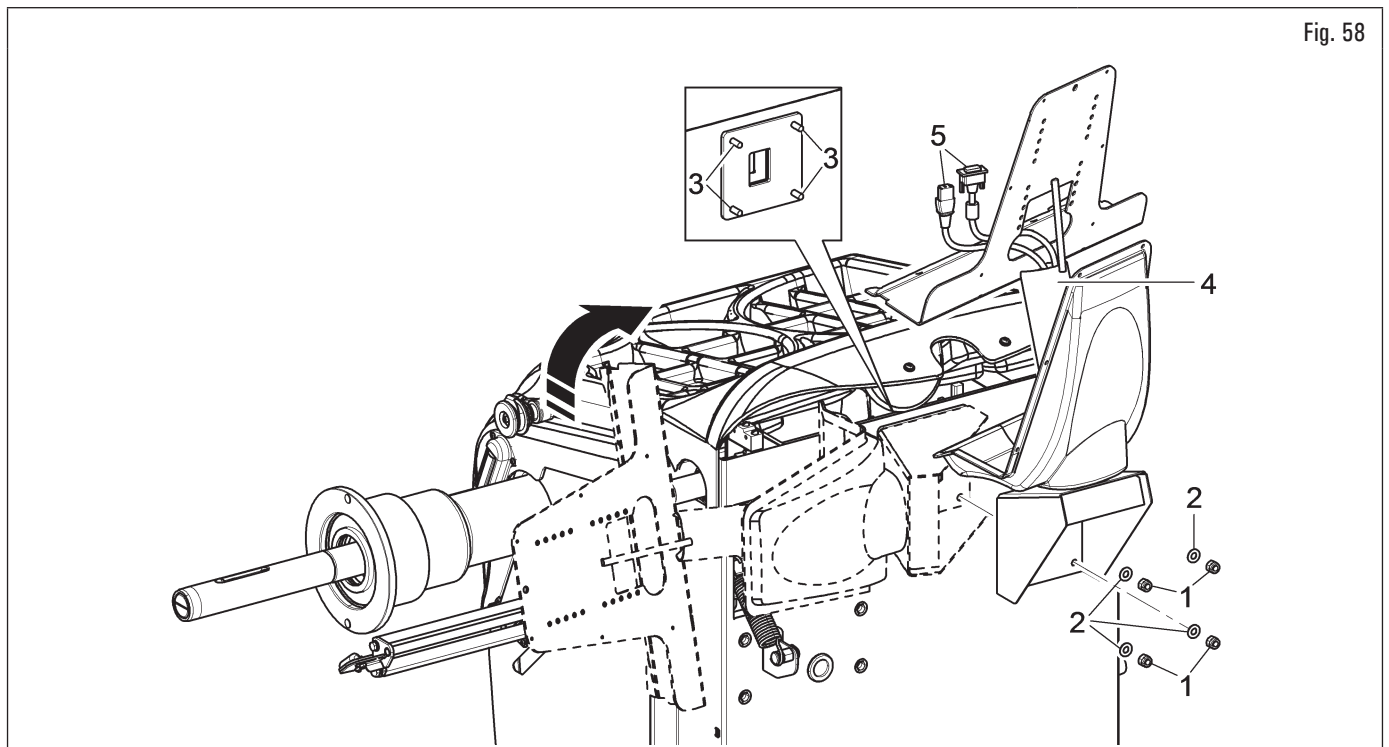

Fig. 58
1. Svitare i dadi (Fig. 58 rif. 1) e le rondelle (Fig. 58 rif. 2) dalle viti (Fig. 58 rif. 3). Montare il supporto (Fig. 58 rif. 4) ruotato di 90°. Quindi riavvitare i dadi e le rondelle svitati in precedenza;
Durante questa operazione prestare particolare attenzione ai cavi di alimentazione e segnale del monitor (Fig. 58 rif. 5) in modo da non danneggiarli.